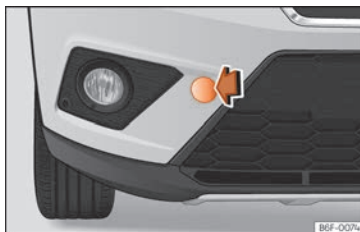

Fig. 97 Pare-chocs avant droit : retirer le cache.
- Retirez le cache en appuyant sur la partie droite de ce dernier jusqu'à ce qu'il se déclipse »» **fig. 97.**